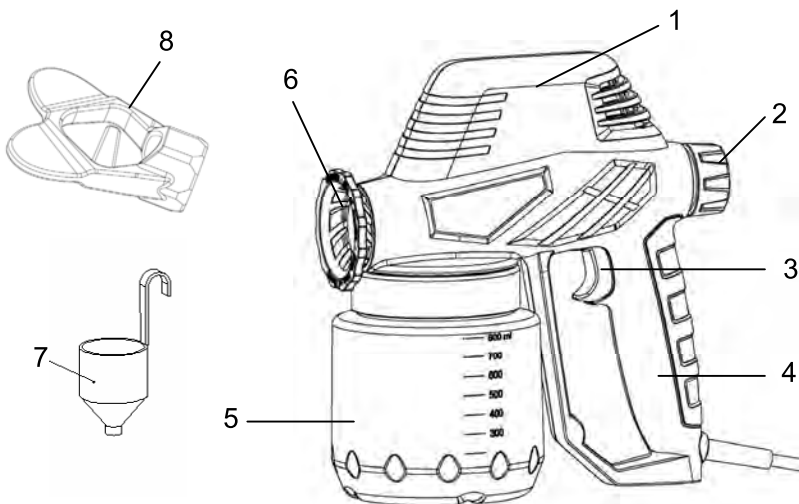
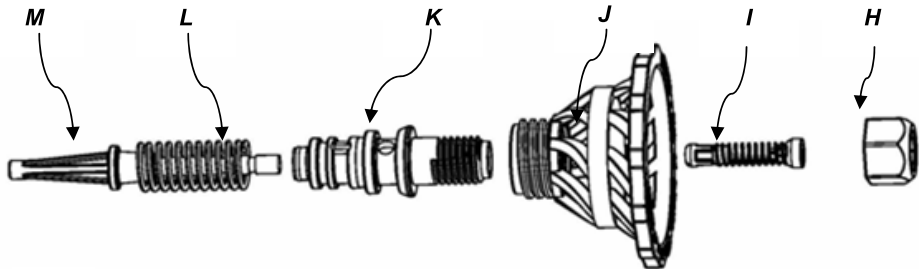

Рис. 1
Рис. 6
Для регулировки расхода краски используйте регулятор расхода краски (поз. 2, рис. 1). Поворачивайте регулятор по часовой стрелке для уменьшения, и против часовой стрелки для увеличения расхода краски.
1. Ключом (поз. 8, рис. 1) открутите сопло (Н, рис. 6)
2. Выньте клапан (I) и открутите дефлектор сопла (J)
3. Извлеките из краскопульты узел насоса, напорный цилиндр (K), поршень (M) и пружину (L). Очистите и смажьте маслом эти детали. При необходимости замените клапан (I)